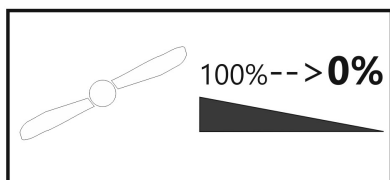

Figure 8
- Déplacez le levier de commande pour la fonction du moteur (fig. 8) en position basse (moteur éteint).
- Avant de procéder aux tests de la fonction des gouvernes de profondeur et de direction ci-dessous, assurez-vous impérativement que le moteur est éteint. À cet effet, déplacez à nouveau le levier de commande pour la fonction du moteur (fig. 8) en position basse (moteur éteint).